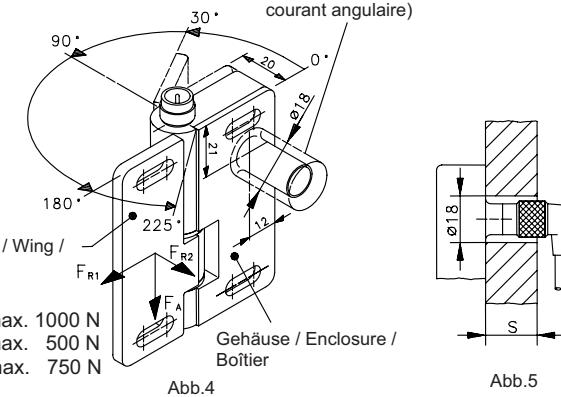

Abb.4
- Das Gehäuse des SHS mit dem elektrischen Anschluss (Abb.4), muss auf dem feststehenden Teil der Schutzeinrichtung (Abb.1) montiert werden. Die Anschlusskabel müssen fest verlegt sein.
- Für SHS-...-SR ist die Wandstärke s der Befestigungskonsole zu berücksichtigen (Abb.4 und 5).
- The enclosure of the SHS with the electric connection (Abb. 4) must be mounted on the fixed part of the Safety device (Abb. 1). The connection cable must be installed in fixed position.
- Allowance is to be made for the wall thickness s of the mounting bracket for SHS-...-SR (Abb. 4 and 5).
- Le boîtier de la SHS avec le raccordement électrique (Abb. 4) doit être monté sur la partie fixe du dispositif de protection (Abb. 1). câbles de raccordement doivent être posés de manière fixe.
- Pour le modèle SHS-...-SR, il est nécessaire de tenir compte de l'épaisseur de la console de fixation (Abb. 4 et 5).